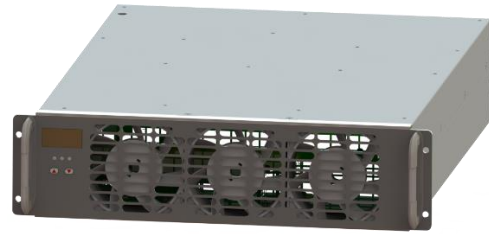

Рисунок 5.8. Зарядний модуль
1. Модулі постачаються в окремому пакуванні. Розпакувати зарядні модулі (рис. 5.8).